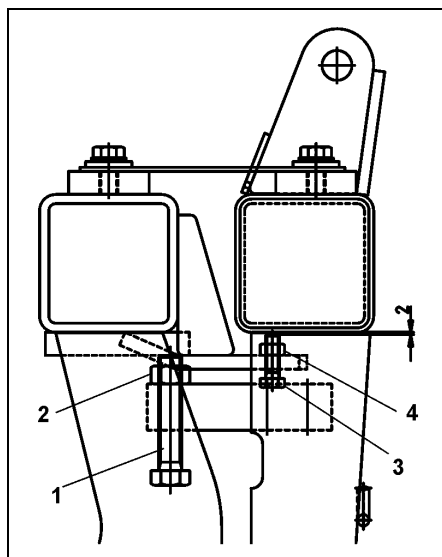

Fig. 63
Mätskruven (Fig. 63/1) är centralt placerad i vågcellen under spridarens ram.
- Lossa kontramuttern (Fig. 63/2).
- Ställ in mätskruven (Fig. 63/1).
- Dra åt kontramuttern (Fig. 63/2).
Anslagsskruvarna (Fig. 63/3) ska ställas in till ett avstånd av 2 mm, enligt bild.
- Lossa kontramuttern (Fig. 63/4).
- Ställ in anslagsskruven (Fig. 63/3).
- Dra åt kontramuttern (Fig. 63/4).